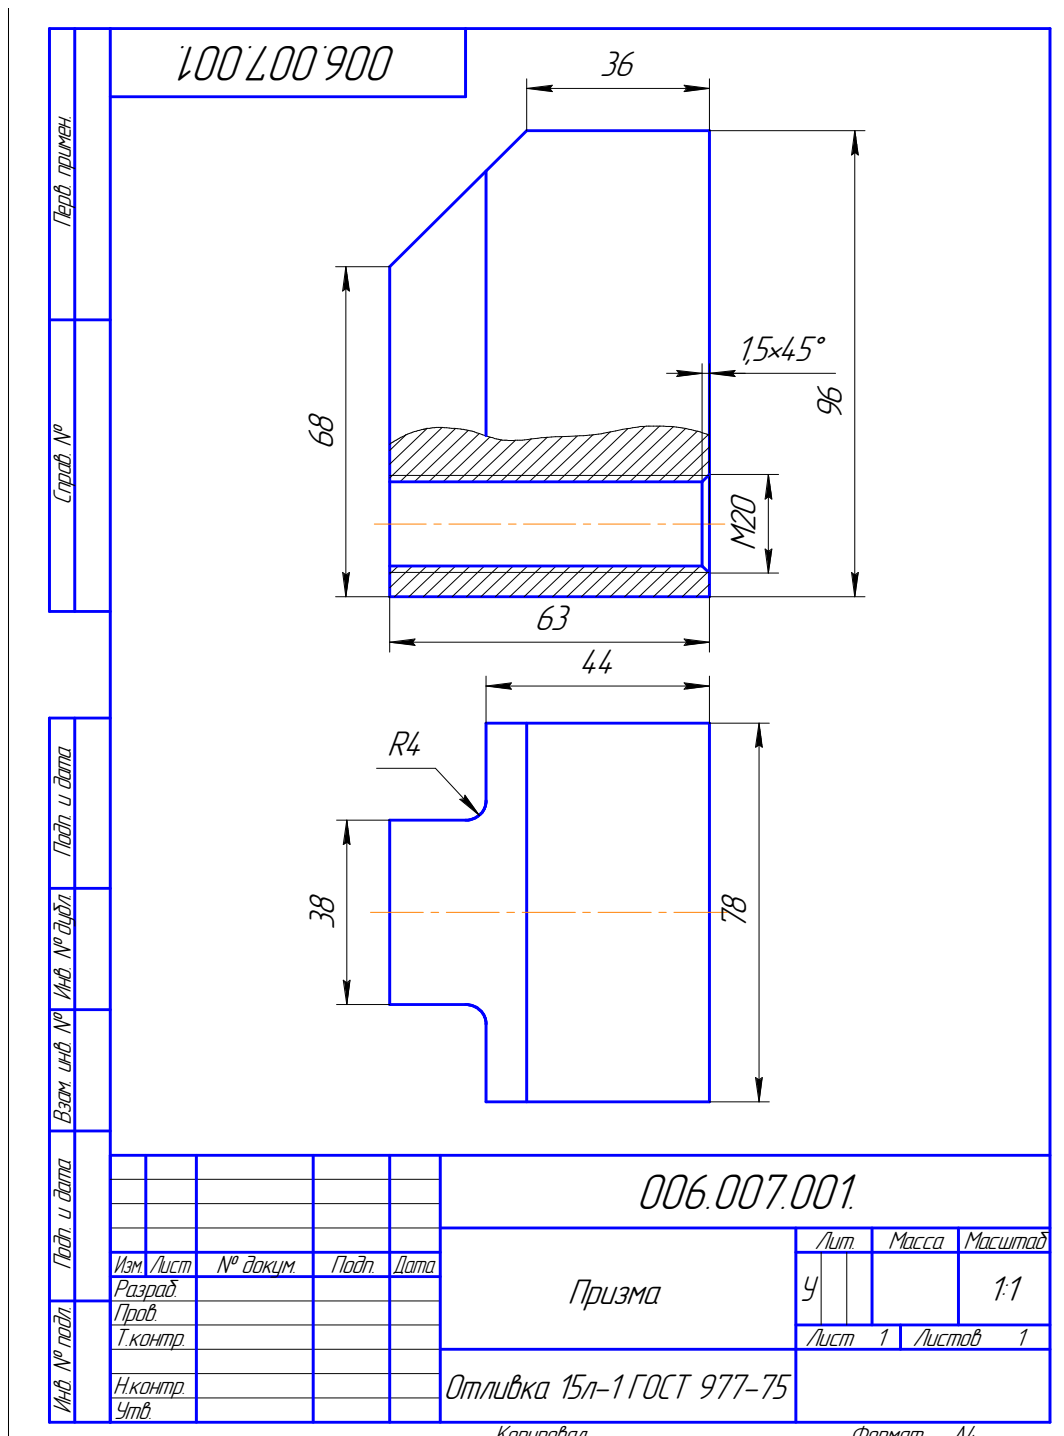

Рисунок 6.1
6.1 Последовательность построения фронтальной проекции (главного вида) детали (Рисунок 6.1).